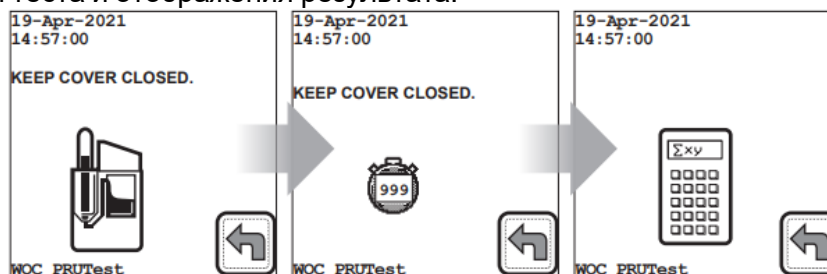

Рисунок 56: Прогресс теста
13. Прибор автоматически перемещает образец крови из вакуумной пробирки в тест-устройство, и приступает к анализу образца. В течение этого времени на экране будет мигать иконка **Обработки Образца** и **Измерения Образца**. Экран **Расчета результата теста** отобразится, когда тест будет практически завершен (Рисунок 56 (стр. 46)). **НЕ** открывайте крышку до завершения теста и отображения результата.